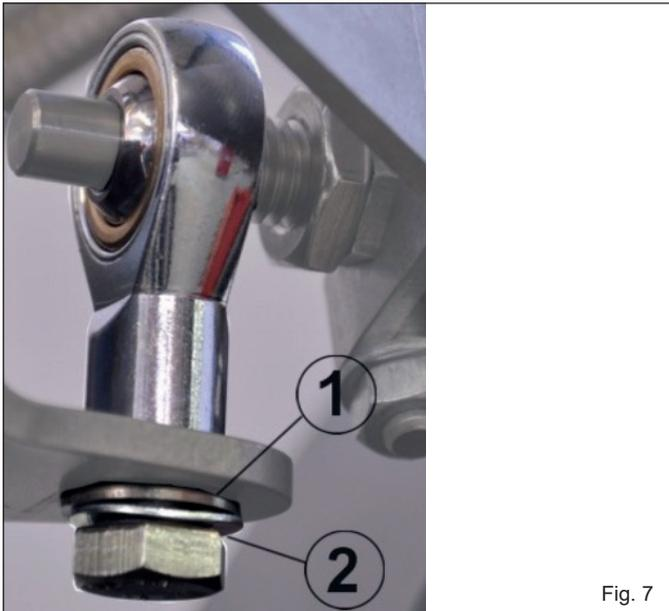

Fig. 7
- Fit one rod end each to the left and right base plate using the enclosed M8x20 screw, washer (pos. 1, Fig. 7) and spring washer (pos. 2, Fig. 7).
- Montieren Sie je einen Gelenkkopf mit Hilfe der beigelegten Schraube M8x20, Unterlegscheibe (Pos.1, Fig.7) und Federring (Pos. 2, Fig.7) an der linken und rechten Grundplatte.